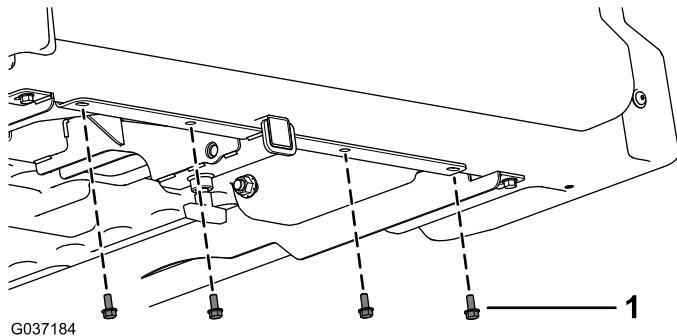

Figura 2
- Retire os quatro parafusos de cabeça sextavada flangeada (5/16 x 3/4 pol.) da parte inferior da plataforma de carga (Figura 2).